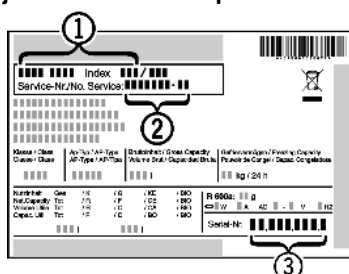

Fig. 41
- Ierīces nosaukumu Fig. 41 (1), servisa Nr. Fig. 41 (2) un sērijas Nr. Fig. 41 (3) nolasiet datu plāksnītē. Datu plāksnīte atrodas ierīces iekšpusē pa kreisi.